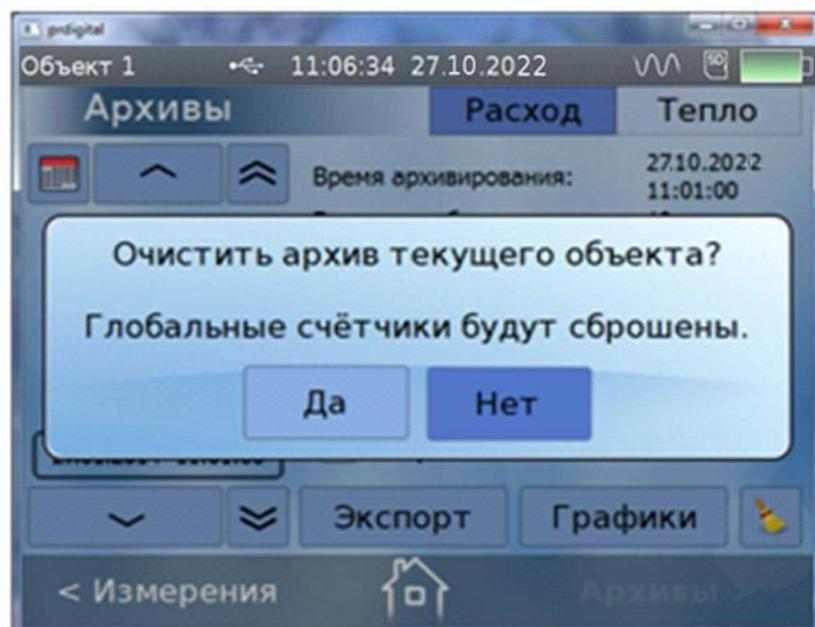

Рис.17. Окно очистки архивов текущего объекта.
4.10.5. При нажатии на иконку появляется возможность очистки архивов текущего объекта, причем на экране появляется предупреждающая надпись (рис.17). Для очистки архивов нажать кнопку Да, для отмены операции – кнопку Нет.